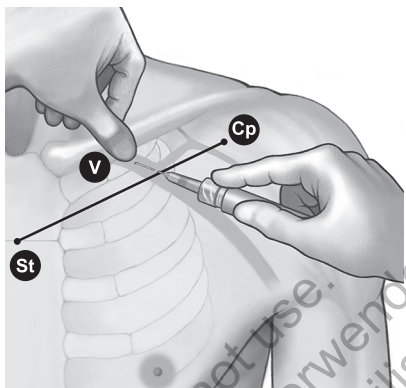

Abbildung 8. Platzierung des Daumens und Einstichstelle der Nadel
4. Drücken Sie den Daumen gegen den Zeigefinger und zielen Sie 1-2 Zentimeter unterhalb der Clavicula, um den Musculus subclavius vor der Nadel zu schützen. (Wenn eine Hypertrophie des Musculus pectoralis erkennbar ist, sollte der Daumen auf einen Punkt ca. 2 Zentimeter unterhalb der Clavicula zeigen, da der Musculus subclavius ebenfalls hypertrophiert sein könnte) (Abbildung 8 auf Seite 22).